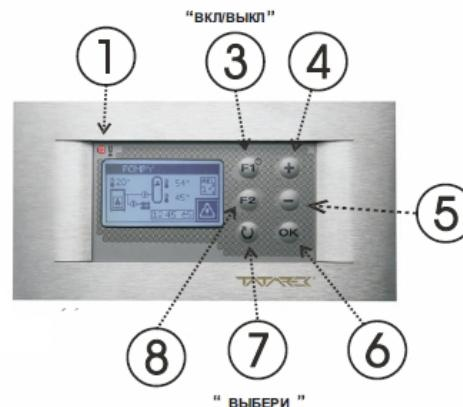

Рис.2 Вид панели управления
На панели управления (Рис. 2) находятся элементы контролирующие работу регулятора. В выключенном состоянии горит только оранжевый индикатор (1) режима ожидания и на графическом дисплее указана температура в водяном контуре и текущее время.